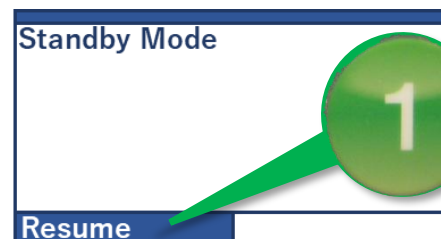

図 36 Resume の選択
① 本体の①キー（Enter キー）を押して、“Resume”を選択し、リーダー画面をアクティブにします（図 36）。